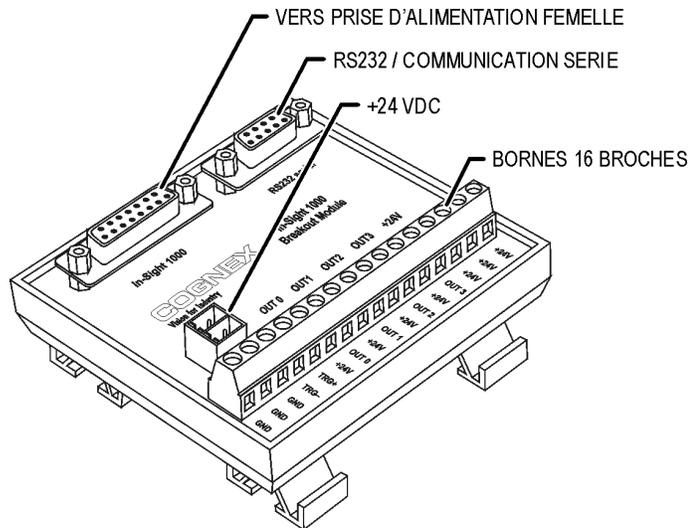
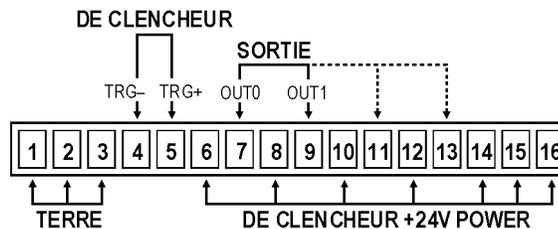

Figure 7. Module de commande
Figure 8. Connexions sur le module de commande
Pour utiliser le module de commande optionnel (Figure 7), effectuez les branchements suivants :
- b. Branchez une alimentation 24 V continu aux bornes d'alimentation +24 V et à la terre (figure 8) du bornier à 16 broches ou branchez la borne à deux broches du module sur une alimentation 24 V avec l'adaptateur optionnel In-Sight (figure 7).